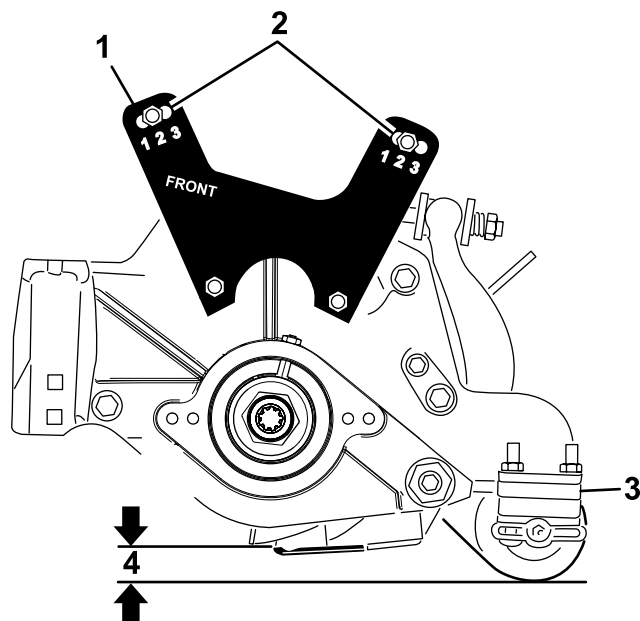

图 20
- 如 图 20 所示将滚刀组降低到地面上测量地面与底刀顶部之间的距离。